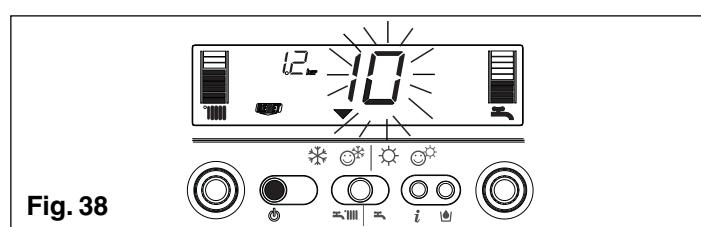

Fig. 38
2) Visualização só do ícone (fig. 38)